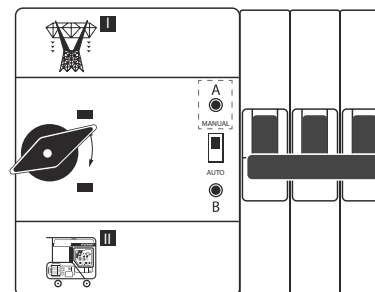
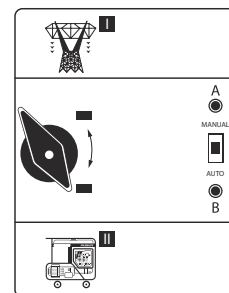
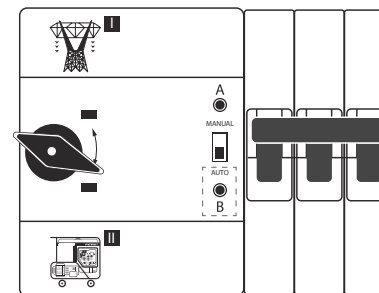

Рис. 2
Рис. 3
Рис. 4
Примечание! В случае если генератор по каким-то причинам запустить невозможно, напряжения от сети тоже нет и есть необходимость переключить контактор, то можно переключить контактор в ручной режиме. Для этого откройте крышку щитка, отключите автомат защиты, переведите переключатель на контакторе в положение MANUAL (рис. 2), затем переведите ручку переключения контактором в нужное положение (I)-сеть, (II)-генератор (рис. 3), переведите переключатель на контакторе в положение AUTO (рис. 4), затем включите автомат защиты.